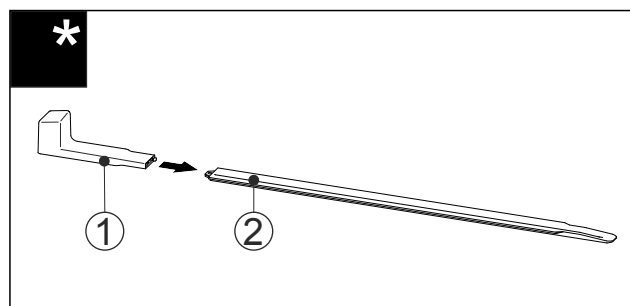

Fig. 56
- ▶ Montagegriff Fig. 56 (1) an die Nivellierschiene Fig. 56 (2) stecken.